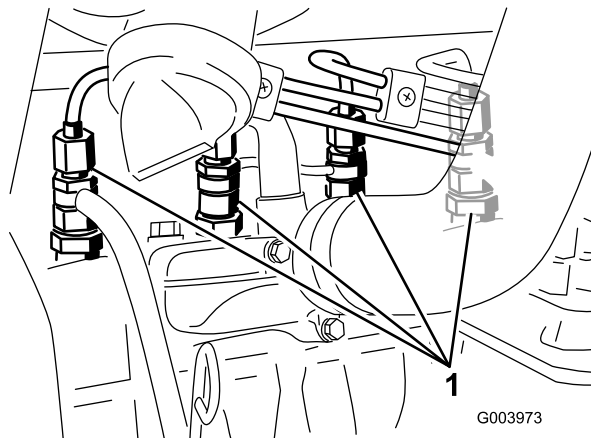

**Bild 65**
1. Lockern Sie den Leitungsanschluss an der ersten Düse und Halterung (Bild 65).